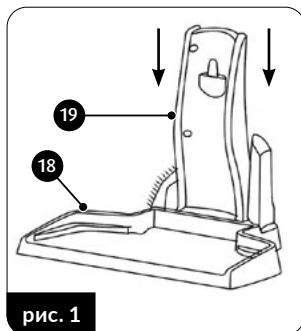

рис. 1
3. Соберите док-станцию (подставку) правильно - прикрепите корпус (19) к основанию док-станции (18) как показано на рисунке (рис.1). Демонтаж док-станции возможно после разблокировки замка на нижней стороне основания (18). В направляющие (21) установите держатели (22), в которых можно парковать дополнительное оборудование пылесоса.